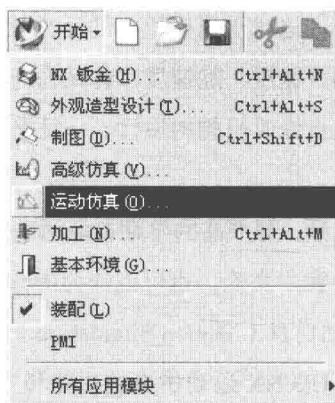

图 1.2.2 “开始”菜单
**步骤 02** 进入运动仿真模块。选择 开始 → 运动仿真 (M)… 命令，如图 1.2.2 所示，进入运动仿真模块。